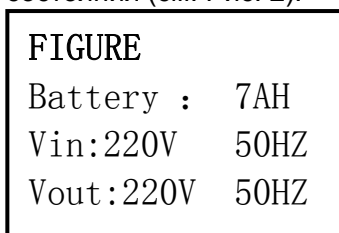

Рис. 2 Интерфейс основного состояния
2. Нажмите кнопки ESC / стрелки «вперед» или «назад» для перехода в интерфейс основного состояния (см. Рис. 2):